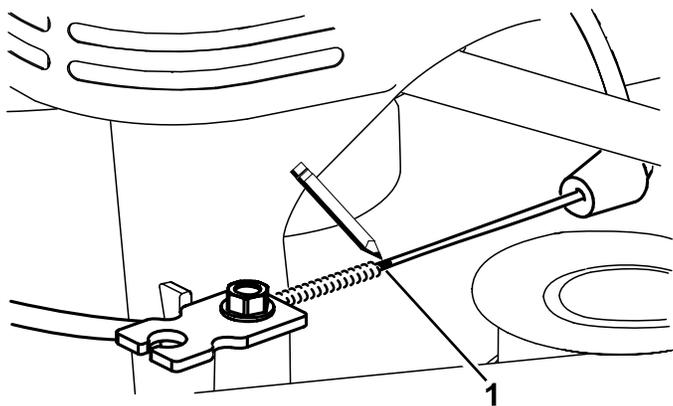
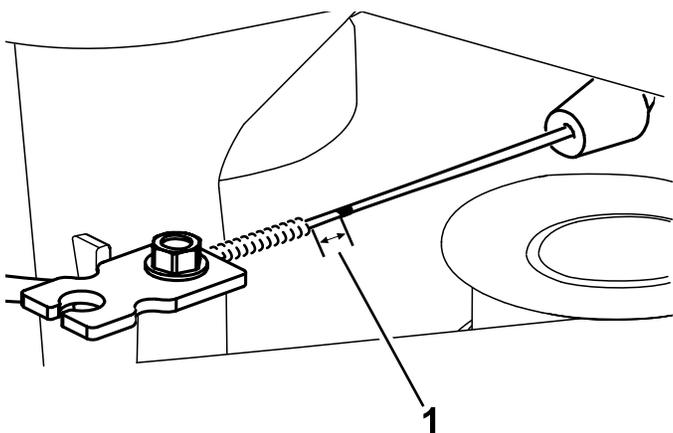

Рисунок 45
Рисунок 46
7. Отметьте трос тормоза (Рисунок 45), затем отрегулируйте оболочку троса так, чтобы провисание составило приблизительно 11 мм (Рисунок 46).